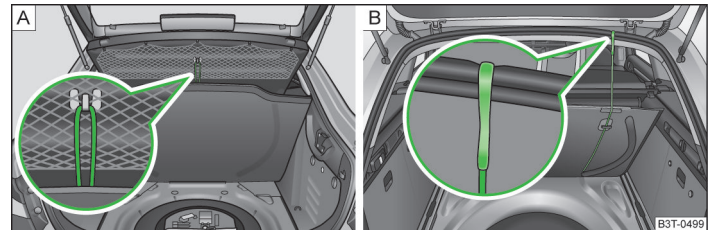

Abb. 87 Bodenbelag befestigen: Superb / Superb Combi
- › Superb: mit der Schlaufe an einem Haken an der Gepäckraumabdeckung » Abb. 87 - **A**;
- › Superb Combi: mit dem Haken am Rahmen der Gepäckraumklappe » Abb. 87 - **B**.